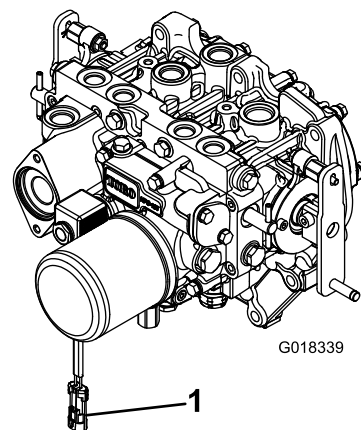

図 3
2. ワイヤハーネスについている PTO 用ソレノイドバルブ駆動コイル用のコネクタを外す 図 3。
8. 駆動シャフトの反対側の端部をアタッチメントのギアボックスのシャフトに固定し終わったら、ワイヤハーネスの電気コネクタを PTO ソレノイドバルブのコイルのコネクタに接続する 図 3。